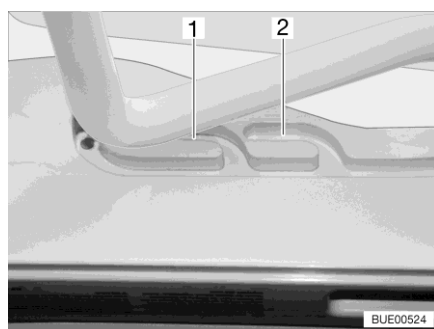
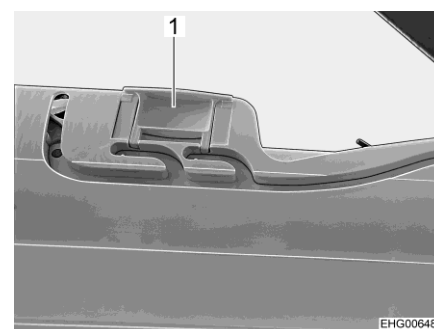

Fig. 29 Guida (posizione di ricircolo d'aria)
Fig. 30 Bloccaggio (posizione di ricircolo d'aria)
È possibile portare l'oblò Heki in due posizioni di ricircolo d'aria: Posizione brutto tempo (Fig. 29,1) e posizione centrale (Fig. 29,2). A seconda del modello, l'oblò può essere bloccato sulla posizione centrale del suo telaio con i due chiavistelli (Fig. 30,1) di sinistra e destra.
- Premere la staffa leggermente verso l'alto, spingerla nella guida selezionata (Fig. 29,1 o 2) ed eventualmente bloccarla.